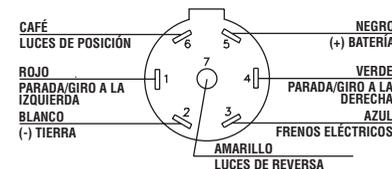

FIG. 2 - Vista mirando al conector
4. Conecte los cables del vehículo (ver nota) usando los conectores azules que sellan por calor o empalmadores (suministrados) a los cables correspondientes del adaptador (Fig.2). Conecte los tres cables restantes uniendo, a los cables correspondientes en el adaptador, los conectores amarillos que sellan por calor o empalmadores (suministrados) que están conectados al "+" de la batería del remolque del vehículo, al control de freno eléctrico y a los circuitos de luz de reversa incluidos (Fig.2).